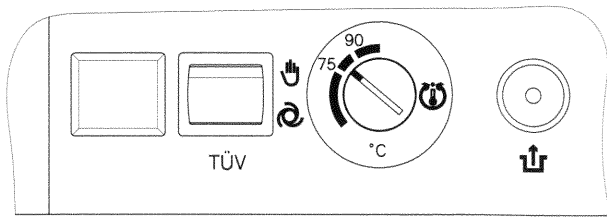

Abb. 17
Die Taste „TÜV“ muß bei der Prüfung dauernd gedrückt werden (Abb. 17).
- abwarten, bis die Kesselwassertemperatur 15 bis 20 K (Kelvin) unter die eingestellte Absicherungstemperatur abgesunken ist, dann den Sicherheitstempurbegrenzer durch Drücken des Knopfes „↑“ entriegeln (Abb. 17).